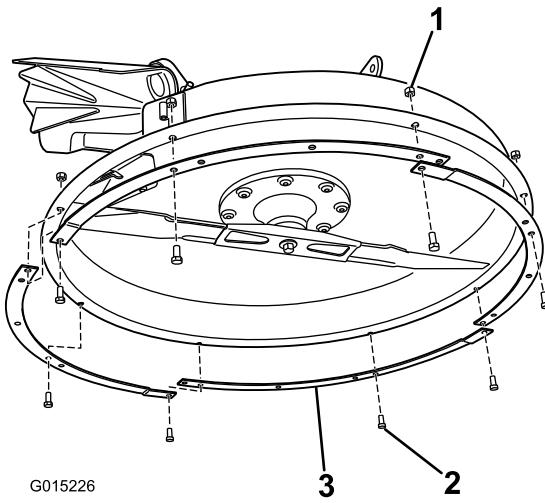

Figure 24
- Montez les différentes sections de l'anneau sur le fond du plateau de coupe (Figure 24).